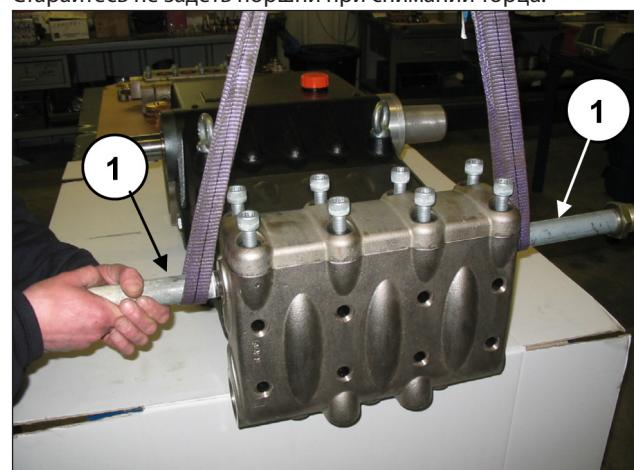
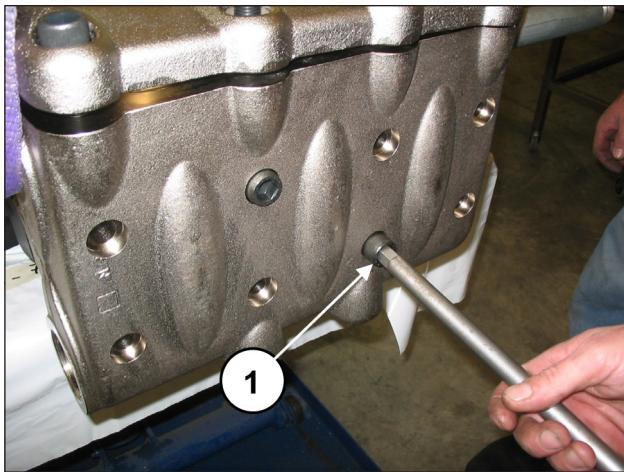

Рис. 104
Рис. 105
Приставьте две опоры с резьбой G2" к нагнетательным патрубкам торца (поз. ①, Рис. 104), а затем открутите 8 винтов M16x150 (поз. ①, Рис. 105).